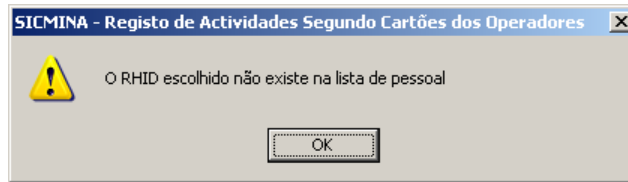

Figura 7-28 Mensagem de aviso referente à tentativa de selecção de um operador não existente.
I) O campo RHID pode ser preenchido seleccionando directamente o número na lista *Combo Box* ou escrevendo directamente o número RHID do operador. Se o número escolhido não existir na lista de operadores aparece a mensagem de aviso da figura 7-28.